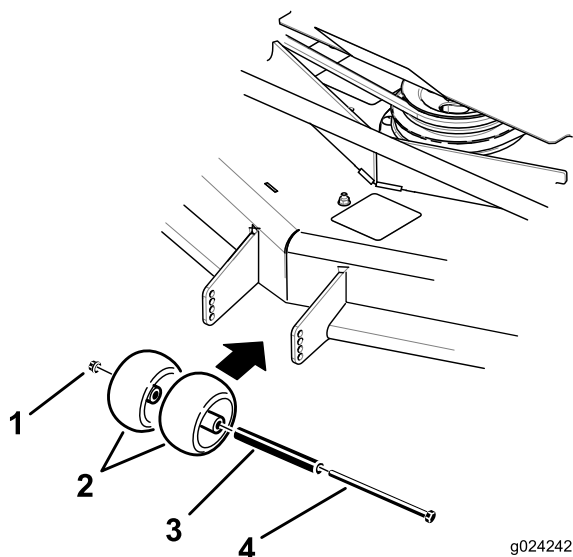
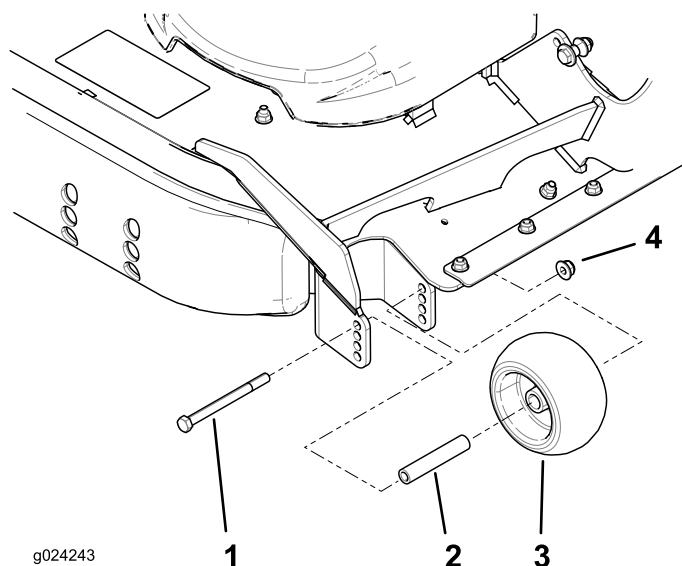

Figure 28
Figure 29
3. Réglez les galets anti-scalp comme montré à la Figure 28 et la Figure 29 en fonction de la position de hauteur de coupe la plus proche.